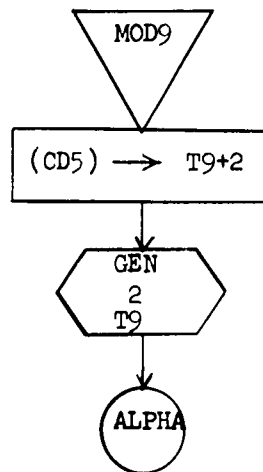

Figure 7.39 MODULE 9
7.3.7.3.9 MODULE 9 (Figure 7.39)